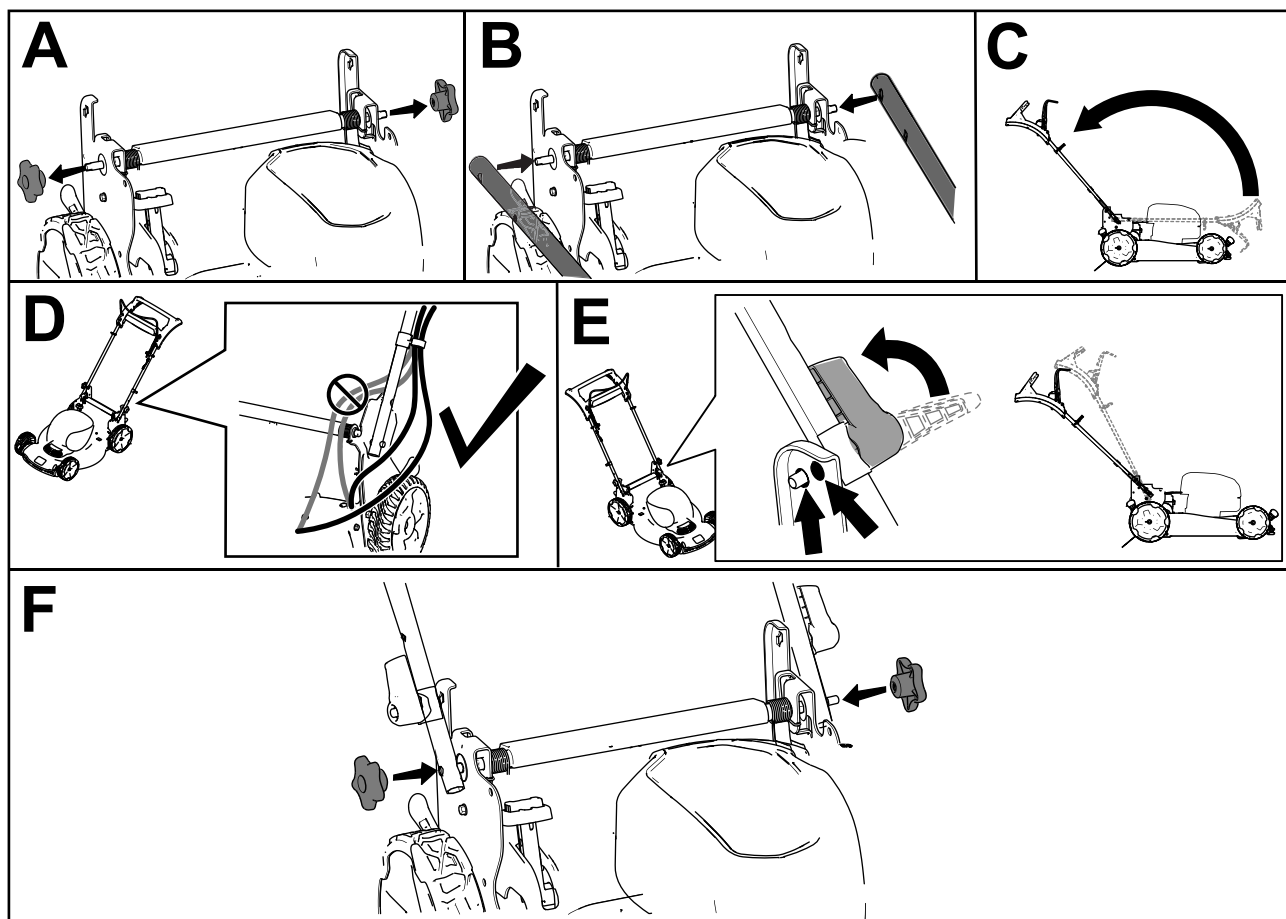

Figure 4
**Remarque:** Vérifiez que les câbles passent bien à l'extérieur du guidon et ne sont pas coincés (D de Figure 4).